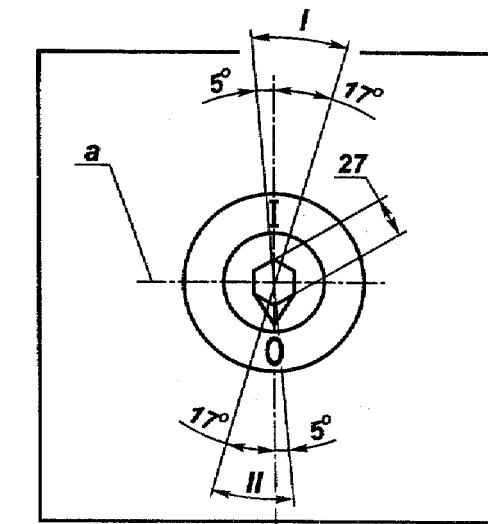

Рис. 15. Лицевая сторона электромагнитного привода.
3. При управлении выключателем с электромагнитным приводом вручную при включении выключателя необходимо рукоятку привода установить против метки "I", а при отключении - против метки "O". При оперировании рукоятку привода поворачивают по часовой стрелке (см. рис. 15).